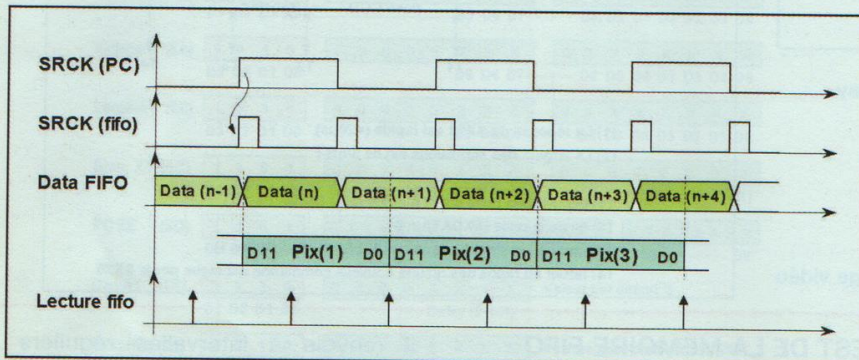

Figure 21 : Pilotage de la mémoire FIFO par le PC
trois paquets de 8 bits (**figure 21**). Sur le chronogramme fourni en exemple, les pixels sur 12 bits (1) et (2) sont extraits des trois lectures au format 8 bits (n), (n+1) et (n+2).